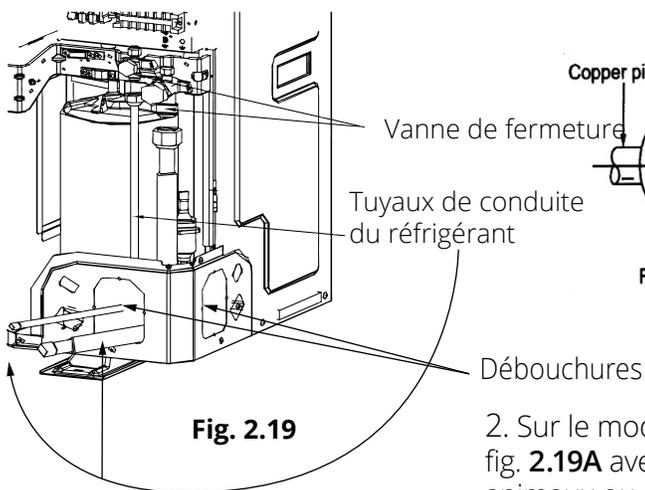

Fig. 2.19
1. Vissez l'écrou évasé du tuyau de raccordement évasé sur la vanne de l'unité extérieure. Voir Fig. 2.19 et Fig. 2.20 en utilisant les valeurs de couple indiquées dans le tableau ci-dessous.